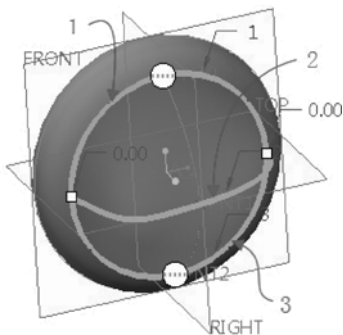

图 13-118 选择第一方向链曲线
⑤ 单击“确定”按钮，完成草绘并退出草绘模式。
① 在功能区的“模型”选项卡的“曲面”面板中单击“边界混合”按钮，打开“边界混合”选项卡。
② “边界混合”选项卡中的“第一方向链”收集器处于活动状态，结合〈Ctrl〉键按照顺序来选择如图 13-118 所示的 3 条边链（边线 1、边线 2 和边线 3）作为第一方向链曲线。